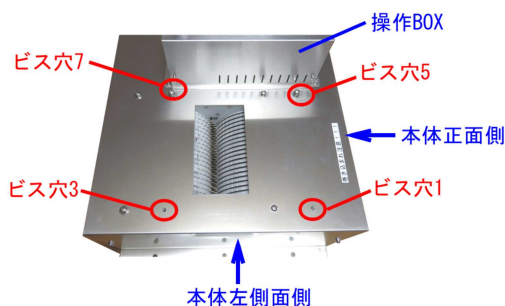

図1 ビス穴位置
①本体左側面側の投入ガイド4本のビス (M5×L10) の内、正面から1本目 (ビス穴1) と3本目 (ビス穴3) のビスを外します。(図1)
②操作BOX左側面の左側の4本のビスの内、正面側から1本目 (ビス穴5) と3本目 (ビス穴7) のビスを座金が2mm程度浮く様に緩めます。(図1)